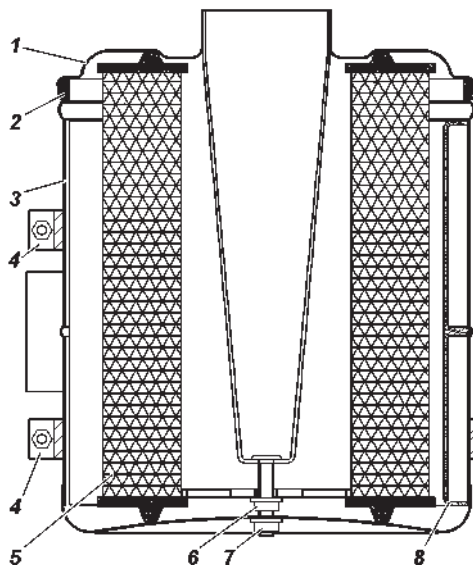

Рис. 9.8. Воздушный фильтр:
**Воздушный фильтр.** На автомобиле установлен воздушный фильтр (рис. 9.8) со сменным картонным фильтрующим элементом.
**Воздушный фильтр.** На автомобиле установлен воздушный фильтр (рис. 9.8) со сменным картонным фильтрующим элементом. Обслуживание фильтра см. в разделе «Двигатель ЗМЗ-409051»